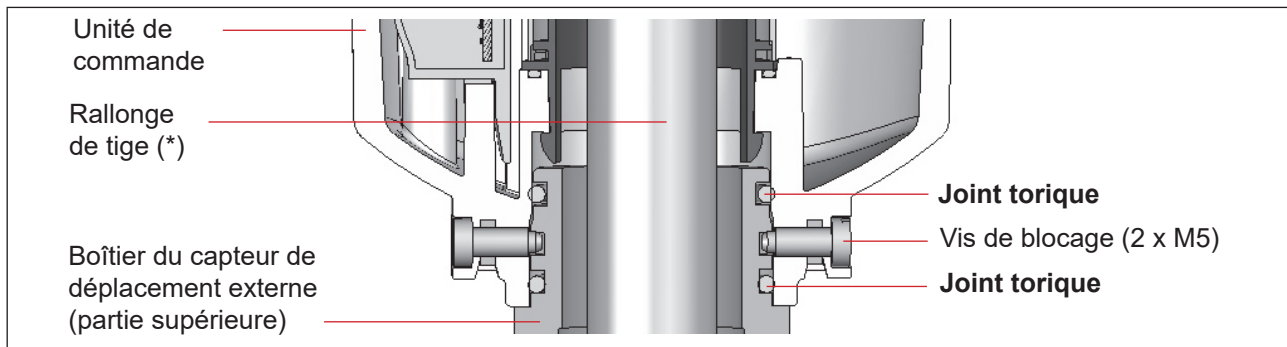

Fig. 11 : Détail du branchement de l'unité de commande 8681 - D4 et du boîtier du capteur de déplacement externe
- Desserrer légèrement les vis de blocage (vis à épaulement M5 - voir « Fig. 11 ») jusqu'à ce que la face inférieure de la tête de vis affleure la surface auxiliaire du boîtier.